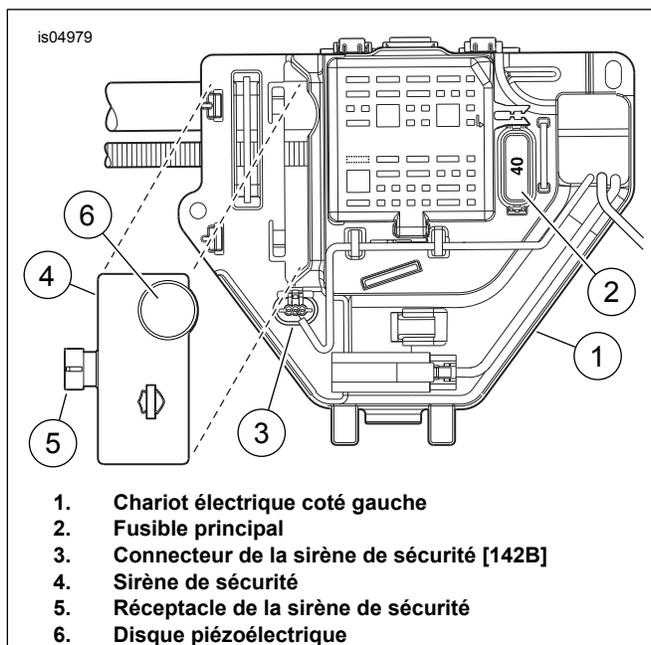

Figure 18. Touring et Trike 2008-2013
4. Figure 18 Retirer le connecteur de la sirène de sécurité [142B] (3) de la fixation du boîtier électrique. Insérer le connecteur de la sirène de sécurité [142B] dans le réceptacle de la sirène de sécurité (5) jusqu'à ce qu'il soit adéquatement fixé.
5. Faire glisser la sirène en place sur le côté gauche du chariot électrique de façon à ce que le disque sondeur (6) soit orienté vers l'extérieur.